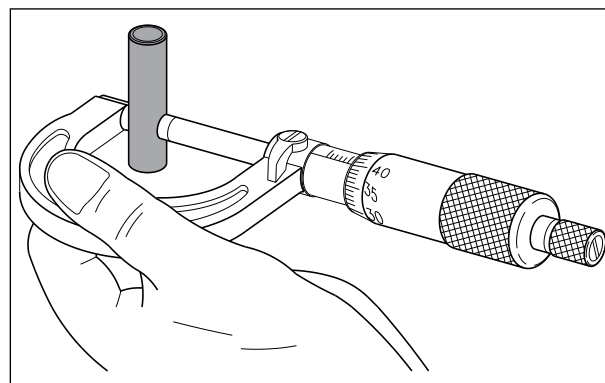

Fig. 3.97
- Verifique o diâmetro externo do pino do pistão, utilizando um micrômetro. (Fig. 3.97) Se a leitura exceder o limite de uso, substitua o pino do pistão. Caso contrário, o pino poderá criar ruídos indesejados.